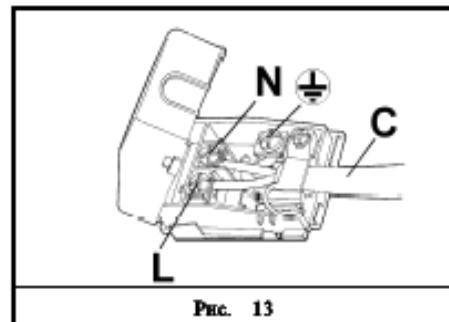

Рис. 13
- Подсоедините к подводящему кабелю "C" (см. рис. 13) соответствующую указанной на опознавательной табличке потребляемой мощности вилку, если таковая не предусмотрена в комплекте. Подсоедините провода согласно схеме, указанной на рис. 11, следя за соблюдением нижеприведенных соответствий: